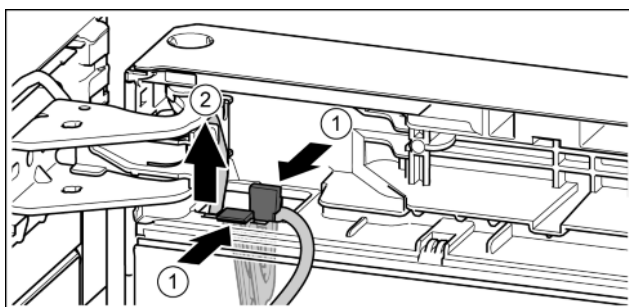

Fig. 24
- ▶ Притисніть накладку. *Fig. 24 (1)*
- ▶ Витягніть тримач кабелю із зафіксованим в ньому кабелем. *Fig. 24 (2)*